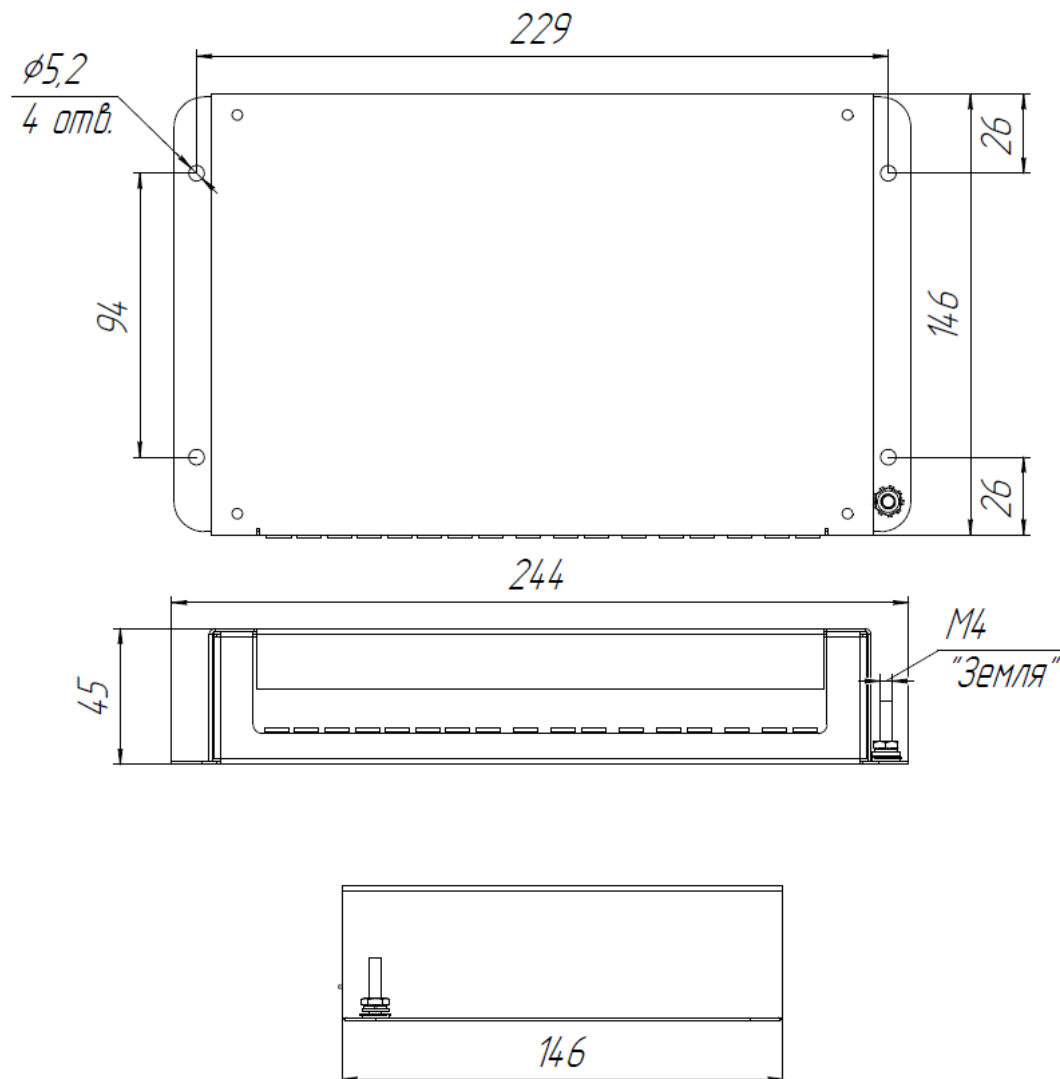

Рисунок 1. Габаритные и установочные размеры ADU-202.
2. Корпус устройства прочно закрепите на вертикальной стенке, и усилием руки проверьте надежность его крепления (размеры для установки указаны на Рисунок 1);